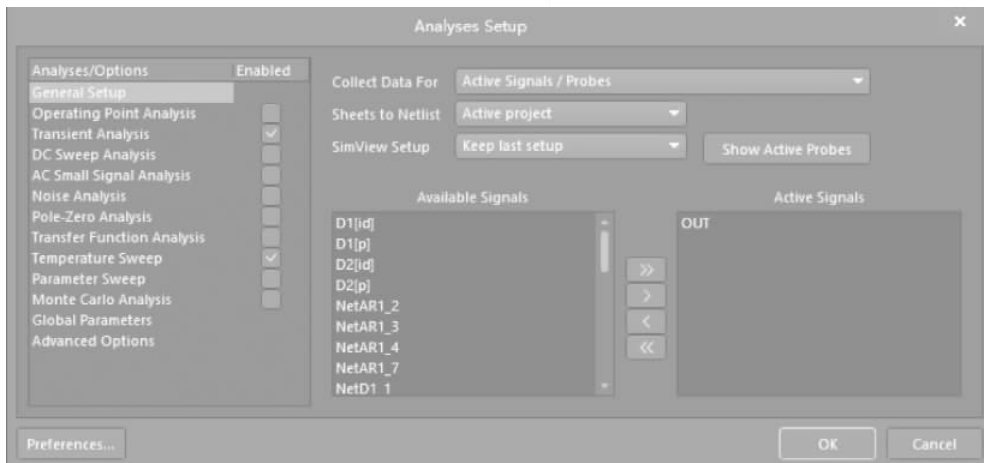

图 3-76 设置仿真参数界面 1
(1) 在 AD 主界面主菜单下选择 Design→Simulate→Mixed Sim。
(2) 打开如图 3-76 所示的 Analyses Setup(分析设置)界面,按下面参数设置：
① 选中 Transient Analysis 和 Temperature Sweep 选项,执行暂态分析和温度扫描分析功能。
② 将 Collect Data For 设置为 Active Signals/Probes。
③ 将 OUT 添加到 Active Signals 栏中。